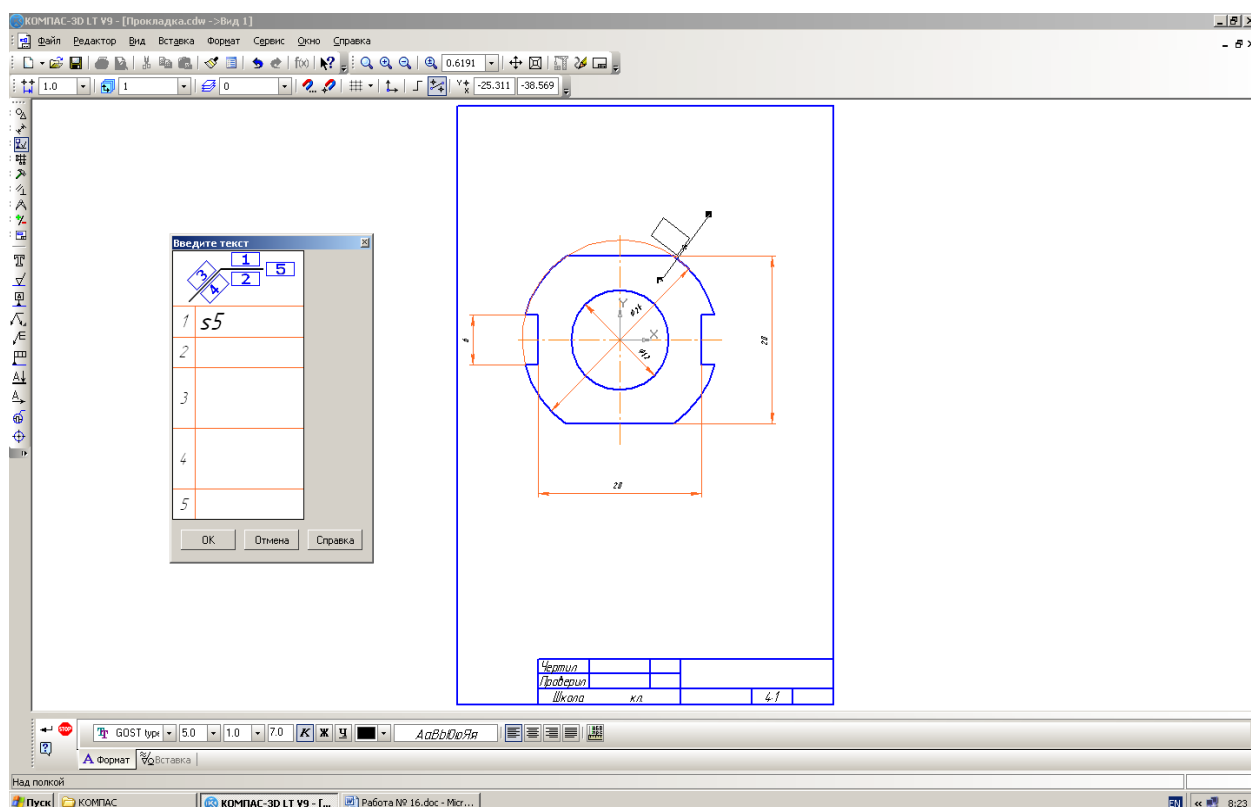

Рис. 16.12.
1.17. В диалоговом окне (рис. 16.12) введите текст надписи в первом поле (расположение – над полкой) – $s5$ – и нажмите кнопку **ОК**.